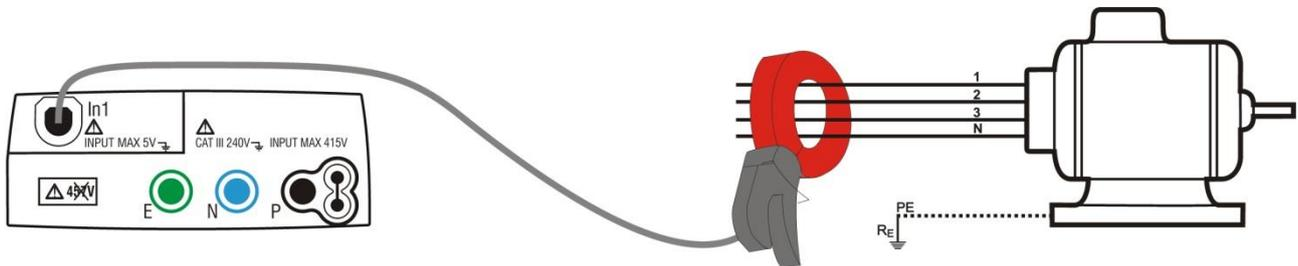
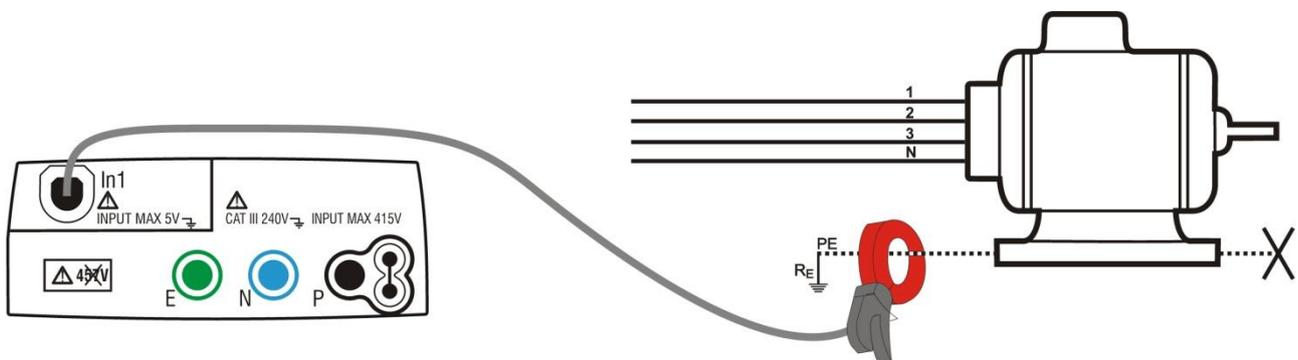

Fig. 29: Medição indireta da corrente de fuga em instalações trifásicas
Fig. 30: Medição direta da corrente de fuga em instalações trifásicas
- Para medições indiretas da corrente de fuga, ligar a pinça externa de acordo com a Fig. 29. Para medições diretas da corrente de fuga ligar a pinça de acordo com a Fig. 30 e desligar as eventuais ligações adicionais de terra que poderão influenciar os resultados do teste